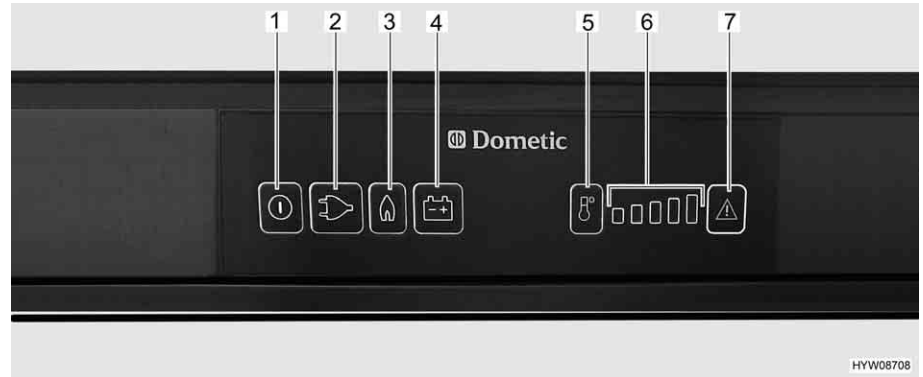

Bild 148 Bedienelemente für den Kühlschrank (Dometic 8er-Reihe mit MES)
- Taste Ein/Aus (Bild 148,1) etwa 2 Sekunden lang drücken. Der Kühlschrank schaltet sich ein. Die Taste der zuletzt gewählten Betriebsart leuchtet auf.
- Ggf. Taste für die Betriebsart "Gas" (Bild 148,3) drücken. Die Taste leuchtet auf. Die Gaszufuhr ist geöffnet. Der Zündvorgang erfolgt automatisch. Ein tickendes Geräusch ist hörbar, bis der Zündvorgang erfolgreich abgeschlossen ist.
- Kühltemperatur mit der Taste Temperaturstufenwahl (Bild 148,5) einstellen.
- Ggf. Taste Betriebsart "230 V" (Bild 148,2) drücken. Die Taste leuchtet auf.
- Ggf. Taste Betriebsart "12 V" (Bild 148,4) drücken. Die Taste leuchtet auf.